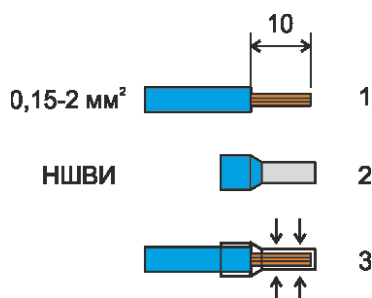

Рисунок 5 – Штыревые втулочные наконечники типа НШВИ
10.5 Концы многожильных проводников всех внешних кабелей сечением (0,15 – 1,5) мм² предварительно разделать на 10 мм (снять изоляцию) и оконцевать методом опрессовки. Для многожильных проводов использовать штыревые втулочные наконечники типа НШВИ соответствующего диаметра для крепления в клеммную колодку под винт (рисунок 5). Опрессовку производить пресс-клещами.